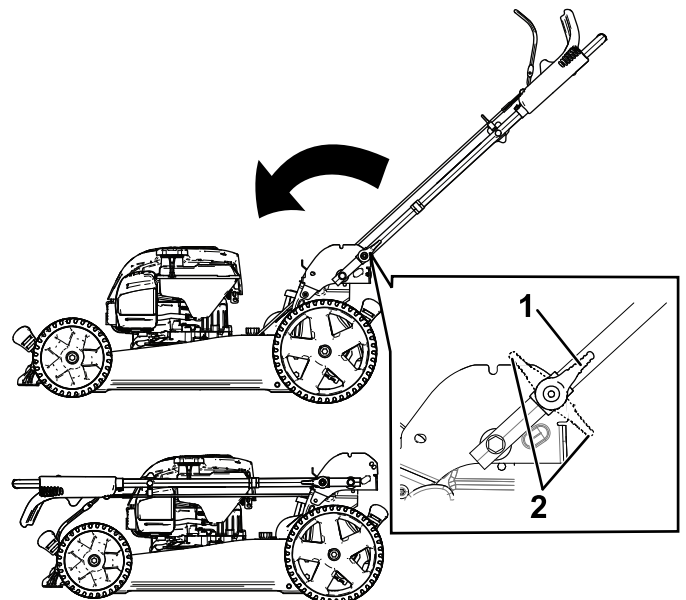

Figure 21
3. Ouvrez les verrous du guidon (Figure 21).
4. Rabattez le guidon complètement en avant (Figure 21).